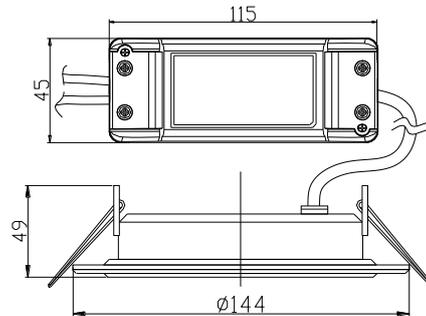

图 5-6-2 嵌入式吸顶照明灯外形示意图
- 嵌入式吸顶照明灯：根据功率不同，分为 2 种尺寸，以大尺寸为例，如图 5-6-2 所示。